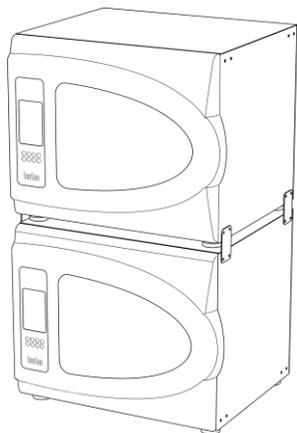

Рисунок 2. Монтаж 2 приборов
- 5.4. **Вертикальный монтаж 2 приборов** (рисунок 2).